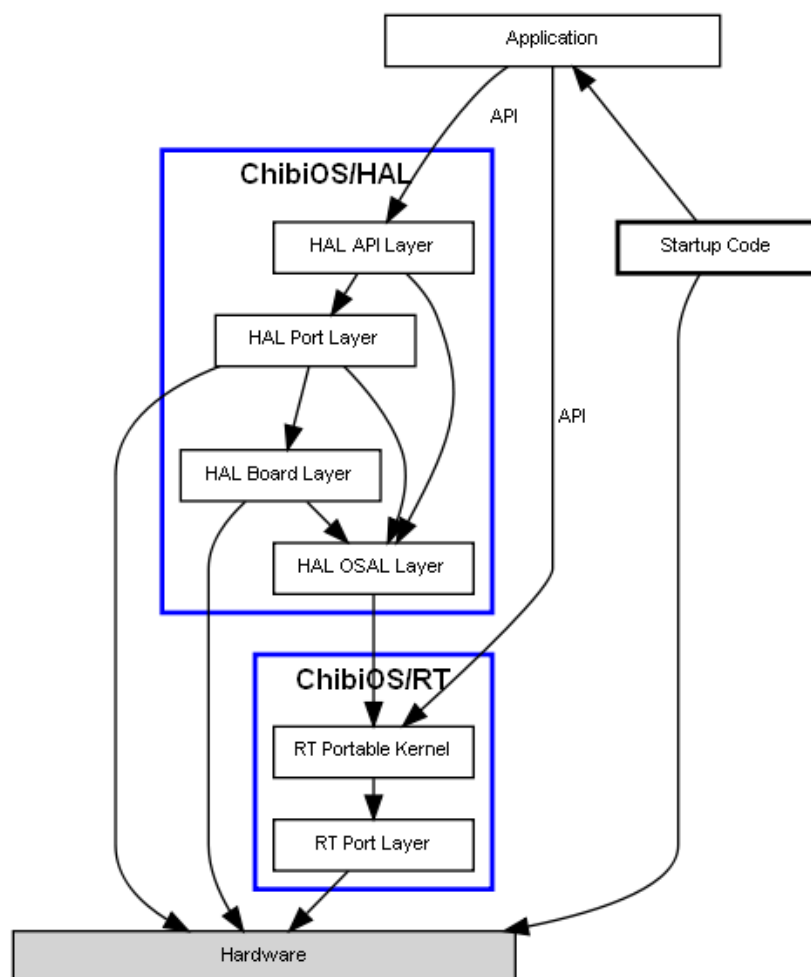

Figura 1: Arquitectura interna de ChibiOS
Se organiza en dos capas o niveles principales (ver figura 1). La capa de abstracción del hardware o HAL oculta los detalles de acceso y programación de periféricos de cada arquitectura mediante la introducción de modelos genéricos de manejadores de dispositivos o drivers. La otra capa es la que corresponde al núcleo de tiempo real (RT) e implementa todos los elementos de despacho de tareas y mecanismos de sincronización y/o comunicación de hebras del RTOS. Las dos capas son independientes y es posible usar el núcleo de tiempo real excluyendo la capa HAL, justo la aproximación usada en la adaptación de Bill Greiman de ChibiOS, como veremos a continuación.